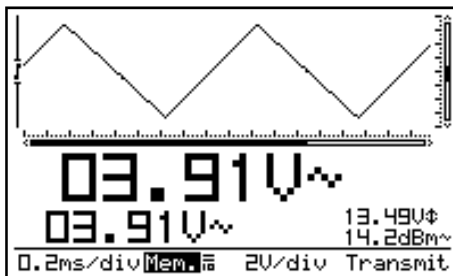

Fig 53
Durante l'invio del file sul display appare la scritta "Transmit" (2). (Fig.53)